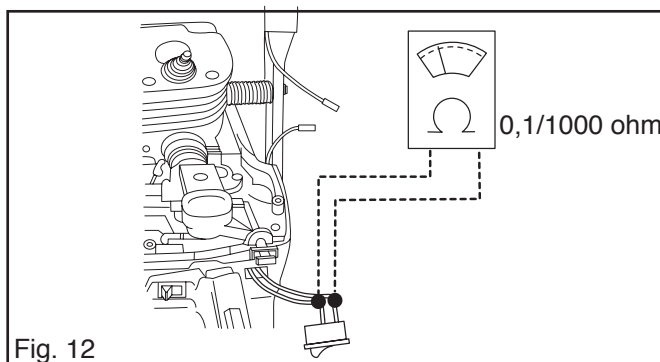

Fig. 12
7. Retirer un des raccordements de l'interrupteur et raccorder un ohmmètre selon la fig. 12. L'ohmmètre devra indiquer plus de 1000 ohm lorsque l'interrupteur est sur "0". L'ohmmètre devra indiquer au maximum 0,1 ohm lorsque l'interrupteur est sur "1".